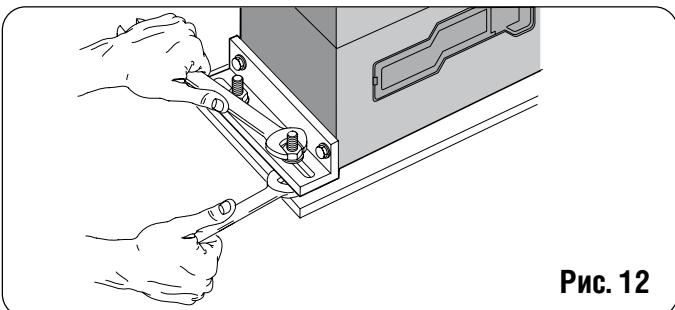

Рис. 12
5) Закрепить двигатель на плате гайками, как показано на рис.12.